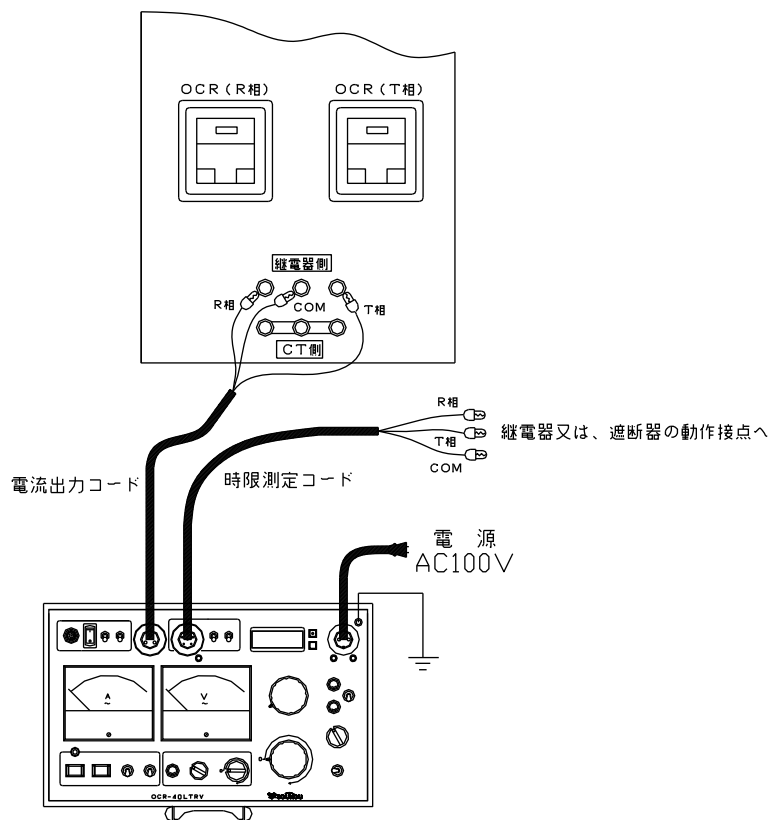

図5：試験回路図（構成）
6. 以上のような点を注意し、試験回路を構成します。(図5,6,7,8,9,10)